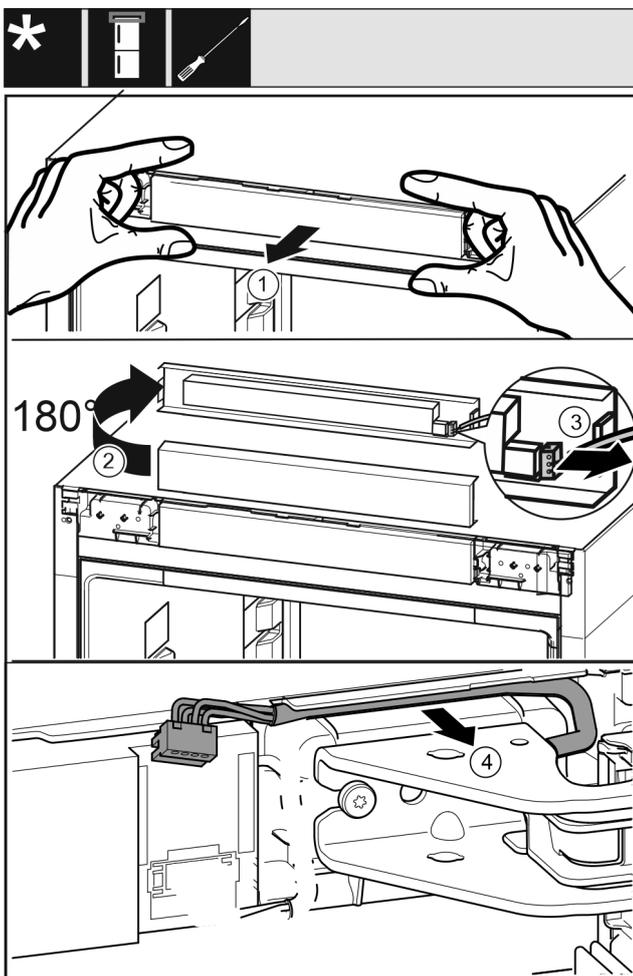

Fig. 10
- ▶ Soltar con cuidado el panel de mando del aparato hacia delante. Fig. 10 (1)
- ▶ Girar el panel de mando 180° hacia arriba. Fig. 10 (2)
- ▶ Presionar la pestaña de enganche hacia atrás y sacar con cuidado el enchufe. Fig. 10 (3)
- ▶ Soltar con cuidado el cable de la guía del soporte del cojinete. Fig. 10 (4)